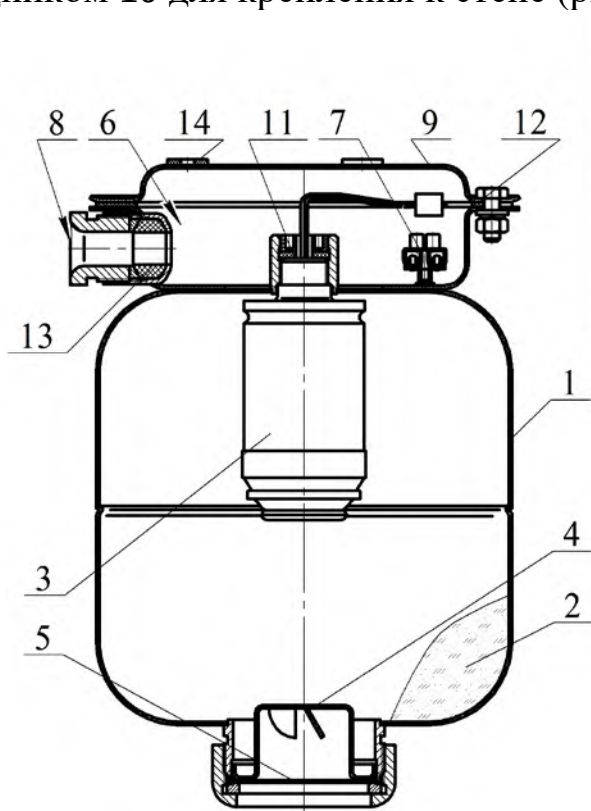
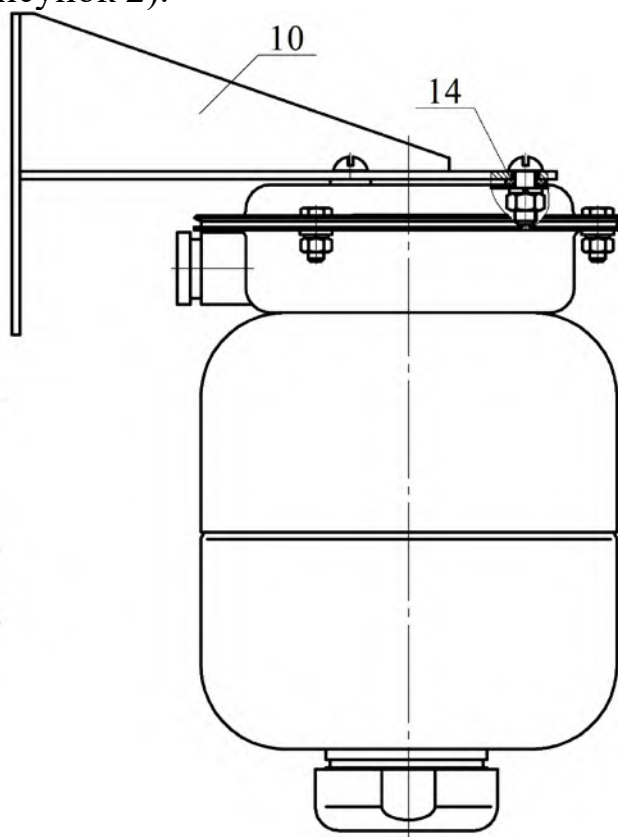

Рисунок 1
Рисунок 2
В верхней части МПП снабжен кронштейном **9** для крепления к потолочному перекрытию (рисунок 1) или закрепленным на кронштейне **9** переходником **10** для крепления к стене (рисунок 2).
2.1.3 Закрепить кронштейн **9** (см. рисунок 1) на потолке или переходник **10** (см. рисунок 2) с кронштейном **9** на стене. Крепление кронштейна **9** к потолку производить через резиновые прокладки **14**. Координаты отверстий в кронштейне, предназначенном для крепления МПП на потолке, приведены на рисунке 4а), в переходнике для крепления на стене – на рисунке 4б).
2.1.4 Через резиновую прокладку **12** (см. рисунок 1) состыковать МПП с кронштейном **9** и закрепить соединение гайками. Соединение кронштейна **9** МПП с переходником **10** (см. рисунок 2) производить через резиновые прокладки **14**.